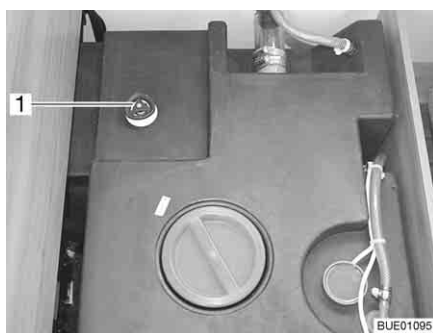

Bild 143 Wassertank mit Drehgriff
- Auf dem Wassertank den Drehgriff (Bild 143,1) im Uhrzeigersinn bis zum Anschlag drehen.
- Auf dem Wassertank den Drehgriff (Bild 143,1) entgegen dem Uhrzeigersinn bis zum Widerstand drehen. Das Wasser läuft bis auf 50 Liter aus.